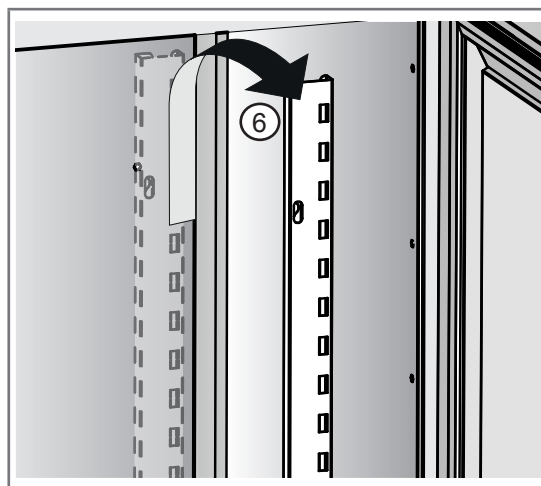

Fig 4.4 - Retrait des crémaillères du dossier intérieur
3. Retirer les crémaillères fixées sur le dossier intérieur (6 - Fig. 4.4)